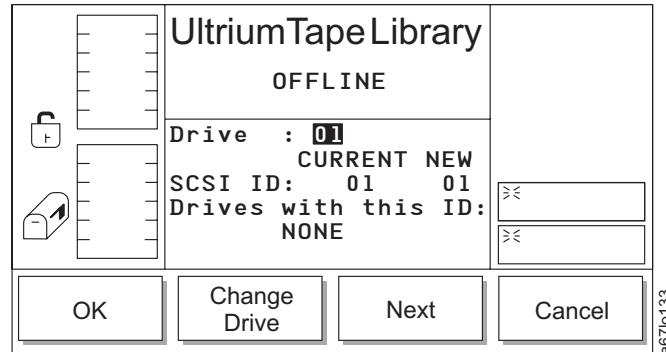

Abbildung 50. Laufwerk-SCSI-Dialog
2. Wählen Sie **Setup —> Drives —> SCSI** aus. Der Laufwerk-SCSI-Dialog erscheint (siehe Abb. 50). Das aktuelle Laufwerk ist der Wert im Feld **Drive:**. Die vorhandene Laufwerk-ID ist der Wert im Feld **SCSI ID: CURRENT**.
Tabelle 14. Übersetzung von Abb. 50, Laufwerk-SCSI-Dialog